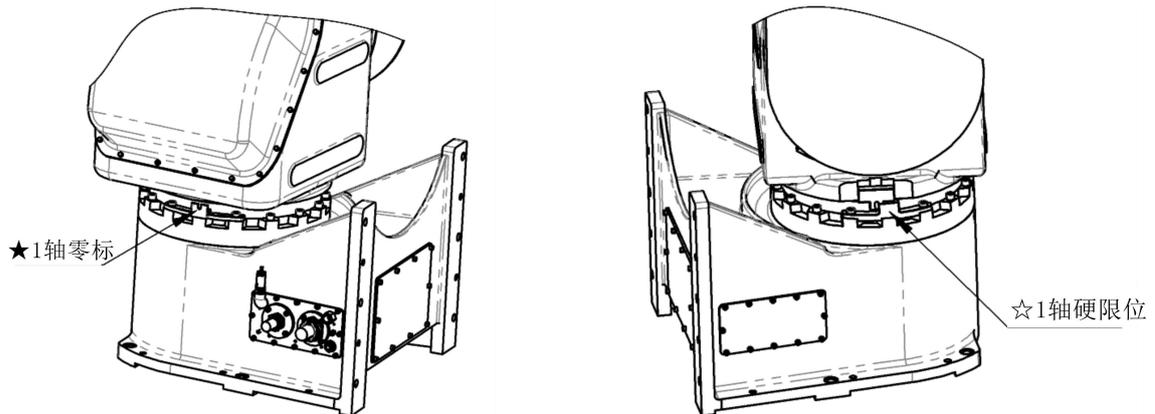

图 2-5 调整后的 1 轴硬限位及 1 轴零标位置
(1) 1 轴硬限位及 1 轴零标：因该款机器人对称式结构设计，1 轴硬限位及 1 轴零标安装位置可依据实际使用情况进行安装调整（见图 2-5），安装需要专业工具，若有调整需要，请及时联系我